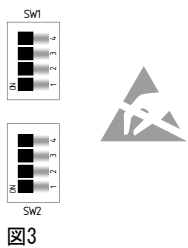

図3
遅延時間調整（図3, 4参照）
- ・ DIPスイッチは、本製品の前面カバーを取り外すとあります。（図3、4）